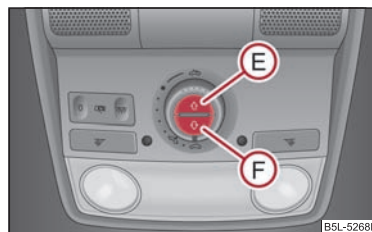

Fig. 35 Tastele pentru ruloul de protecție solară
Puteți închide, respectiv deschide separat ruloul de protecție solară cu ajutorul tastelor ⇒ fig. 35.
- Pentru deschidere completă apăsați scurt tasta **(E)** ⇒ fig. 35.
- Pentru închidere completă apăsați scurt tasta **(F)** ⇒ fig. 35.
Pentru inițializarea ruloului de protecție solară, apăsați comutatorul  ⇒ pagina 50, fig. 35 pentru circa 10 secunde.